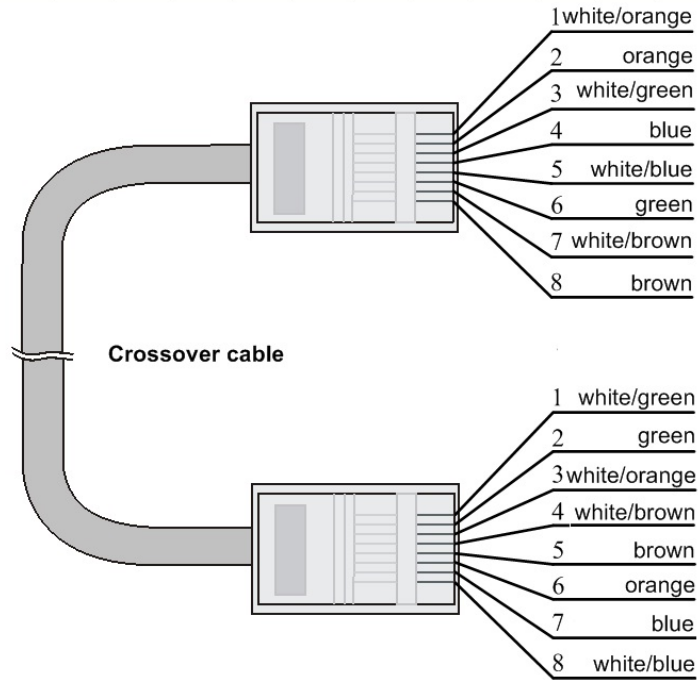

図 9-8 クロスケーブル (10Base-T/100Base-TX/1000Base-T)
- クロスケーブル:** 10G/5G/2.5G/1000/100BASE-T クロスケーブルの結線を図 9-8に示します。10G/5G/2.5G/1000/100BASE-T クロスケーブルは、100BASE-TX のクロスケーブルと結線が異なります。100BASE-TX のクロスケーブルは片端のピン配置が 568B 規格ですが、もう片端のピン配置は 568A 規格に従います。一方、10/100/1000BASE-T クロスケーブルの片端のピン配置は 568B 規格に従いますが、もう片端は 568A ではありません。